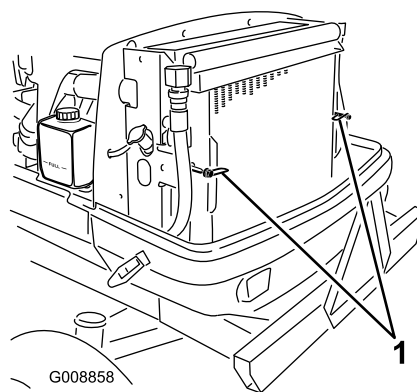

Рисунок 78
3. Поверните защелки крепления маслоохладителя к раме (Рисунок 78).